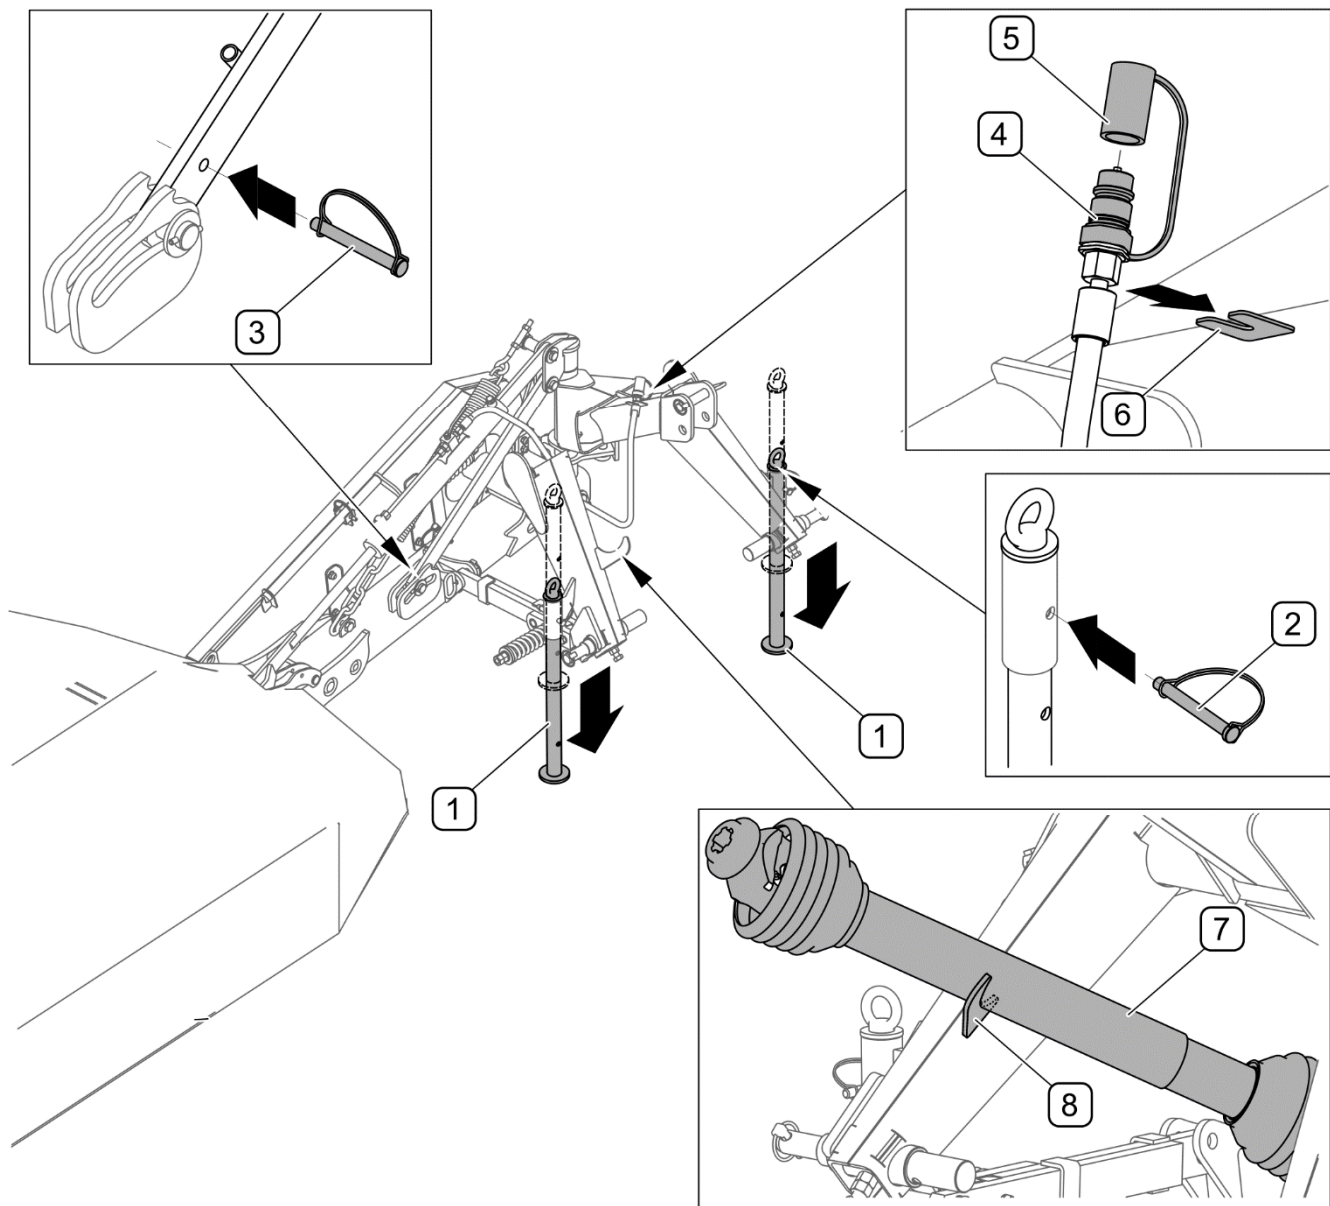

ABBILDUNG 4.15 Abtrennen des Mähwerks vom Schlepper
Vor dem Abtrennen des Mähwerks von der Aufhängung des Schleppers muss der Tragbalken mithilfe des Splints (3) blockiert werden (ABBILDUNG 4.15). Das Mähwerk darf nicht vom Schlepper abgetrennt werden, wenn der Tragbalken nicht blockiert wurde.
Um das Mähwerk vom Schlepper abzukuppeln (ABBILDUNG 4.15), müssen folgende Schritte durchgeführt werden: